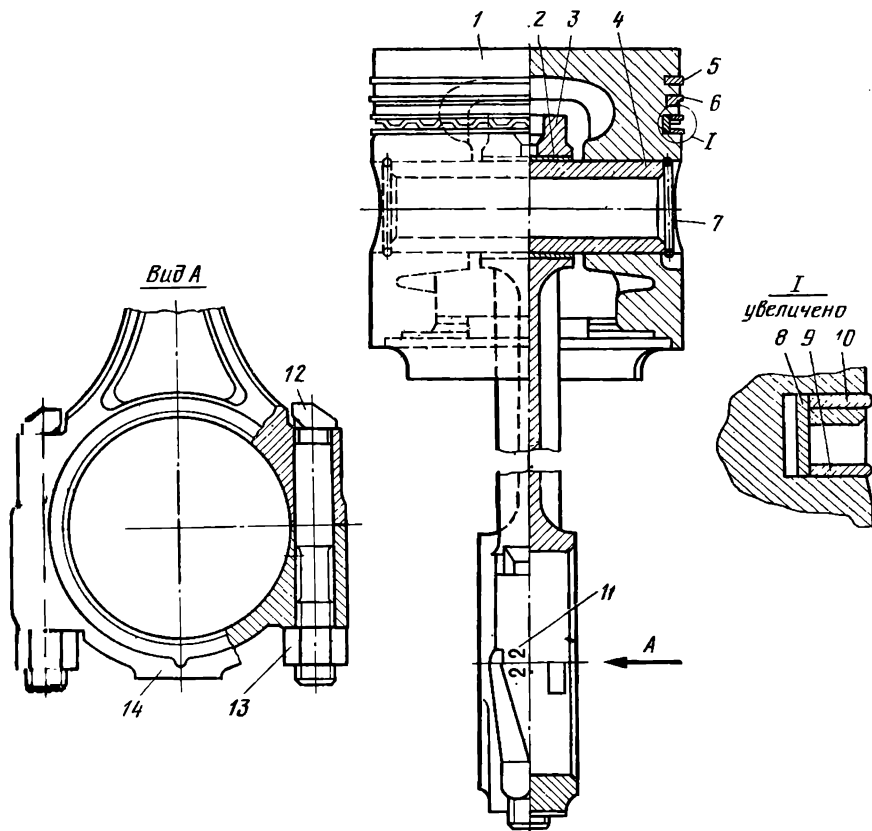
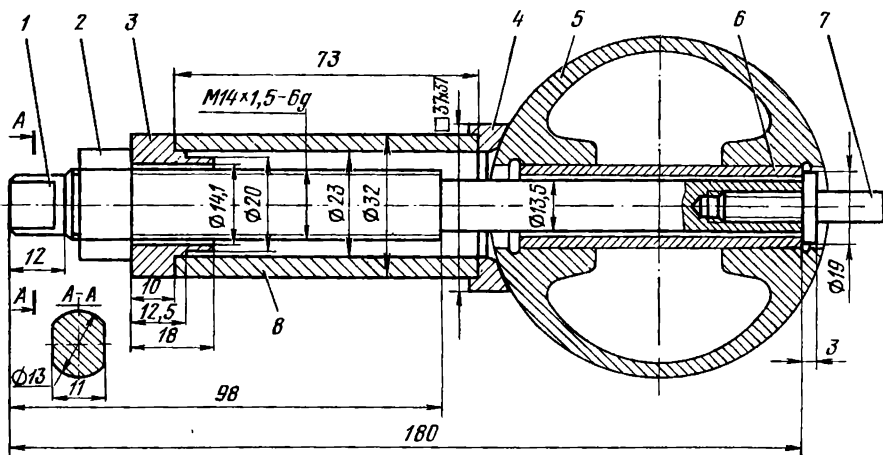

Рис. 49. Шатунно-поршневая группа:
Рис. 50. Приспособление для выпрессовки (запрессовки) поршневого пальца:
**Шатунно-поршневая группа** двигателя показана на рис. 49. Перед ее проверкой необходимо снять поршневые кольца, очистить поршень от нагара и удалить отложения из смазочных каналов. Для снятия поршня с шатуна необходимо извлечь стопорные кольца 7 (см. рис. 49) и, используя приспособление (рис. 50), выпрессовать поршневой палец. После разборки следует произвести контроль деталей шатунно-поршневой группы.